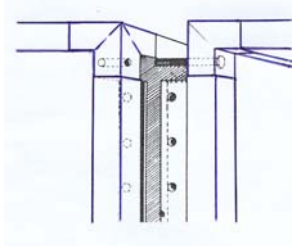

fig.2
- Avvicinare le sezioni, sfruttando le lamine d'incastro per la centratura. (fig.2)